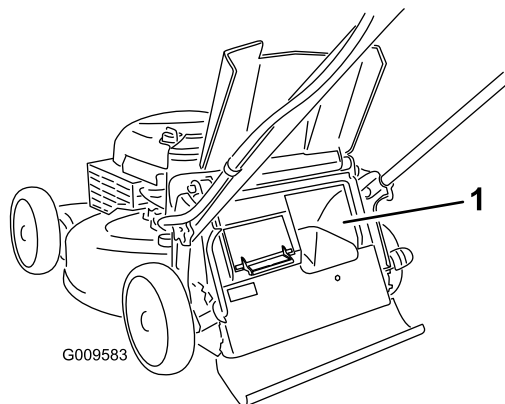

Рисунок 24
**Внимание:** Для обеспечения надлежащей работы, прежде чем передвигать рычаг включения сбора в мешок из одного положения в другое, удалите всю скошенную траву и мусор из дверцы для сбора в мешок и окружающего проема (Рисунок 24).